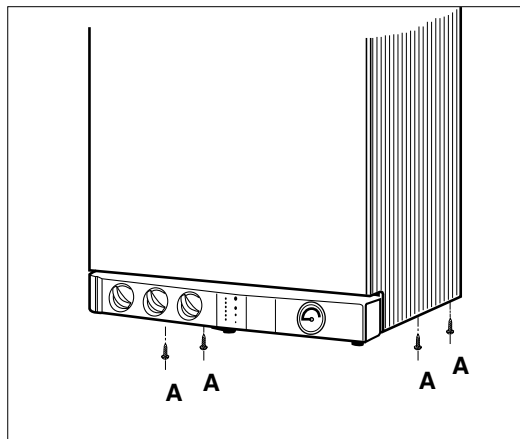

Fig. 20a
- Visser les 4 vis "A" de fixation de l'habillage, situées en partie inférieure (Fig. 20a).